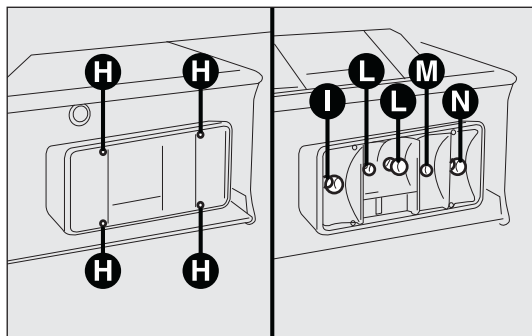

fig. 186
- ☐ quite los cuatro tornillos H-fig. 186 y sustituya las lámparas: